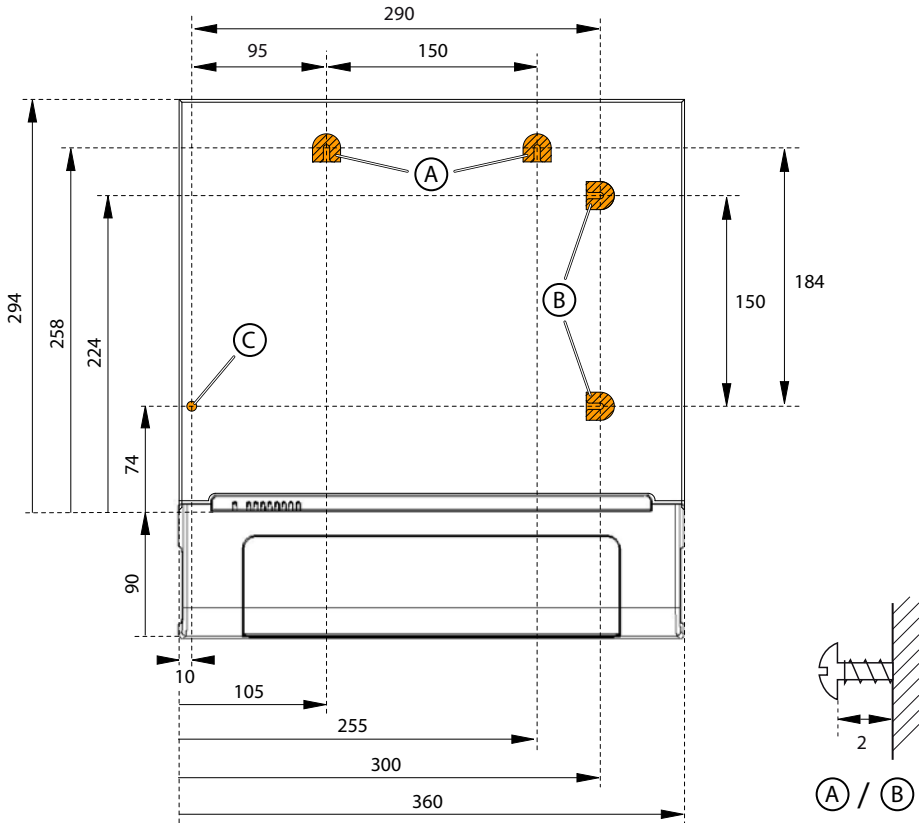

Fig. 14 Bohrplan Wandmontage Aastra 415/430
4. Drehen Sie die 2 kürzeren oberen Dübelschrauben ein (Position A oder B). Beachten Sie dabei den Abstand der Schraubenköpfe von der Wand gemäss Fig. 14.
Zum Schutz der Kabelanschlüsse kann der Kommunikationsserver ebenfalls mit drei Schrauben befestigt werden. Dabei gilt der gleiche Bohrplan (siehe Fig. 14) und das gleiche Vorgehen, wie bei der Wandmontage (siehe "Vorgehen bei der Wandmontage", Seite 92).